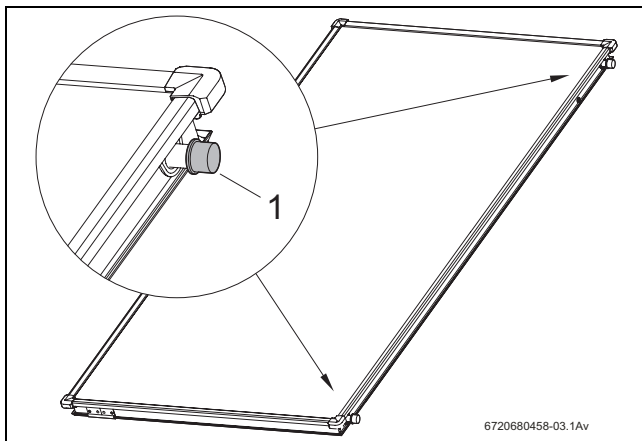

Bild 4 Kunststoffkappen auf Kollektoranschlüssen
- Die Kunststoffkappen (Bild 4, [1]) erst direkt vor der Montage entfernen.